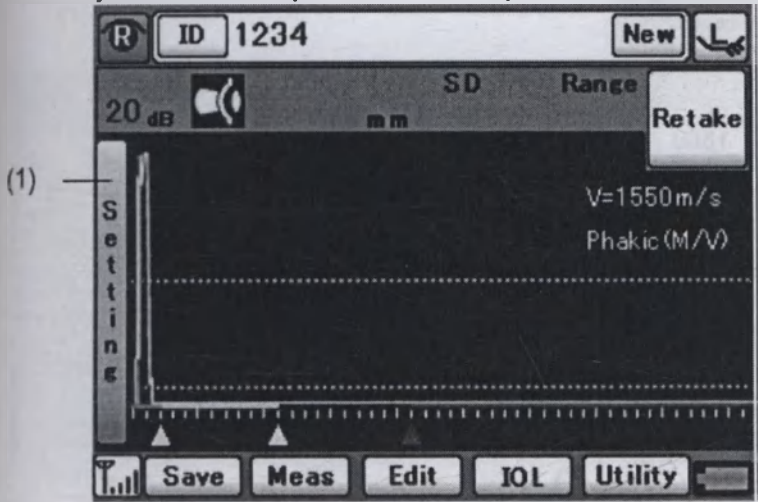

Рис. 1
- 2) Коснитесь одной из кнопок режима измерения (2) напротив MODE.
- 3) Коснитесь кнопок типа глаза "Eye Type" (3) для выбора типа глаза.
- 4) Для возвращения в окно захвата (Рис. 1) коснитесь кнопки "CLOSE" (4), если преобразованная скорость звука не изменялась. Для изменения преобразованной скорости звука, коснитесь кнопки "Change Setting" (5), чтобы открыть окно изменения настроек (Рис. 3).